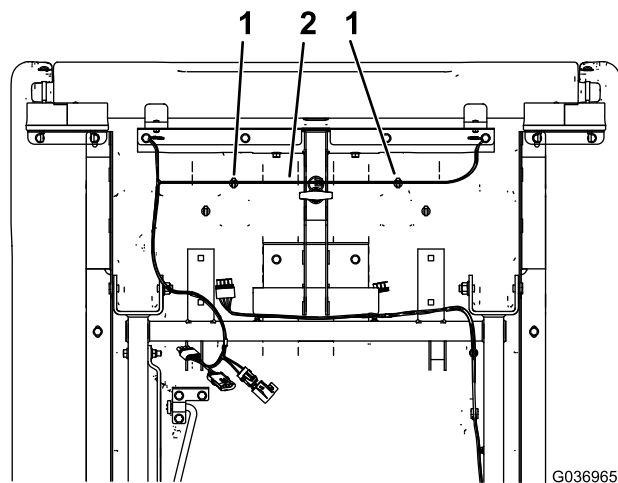

Figura 6
3. Fixe a cablagem aos fixadores de pressão debaixo da plataforma de carga usando as braçadeiras nos fixadores (Figura 6).